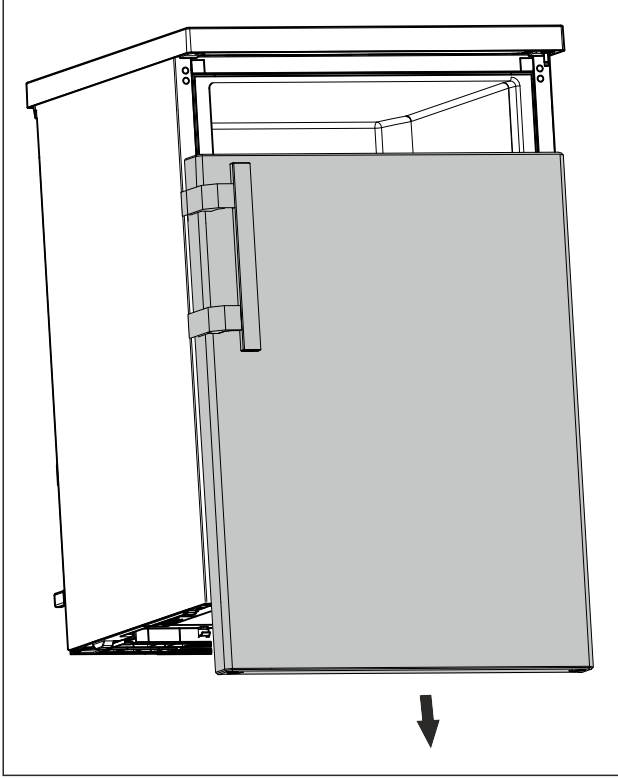

Fig. 13
- Kapıyı aşağı doğru çekerek çıkarın. (bkz. Fig. 13)